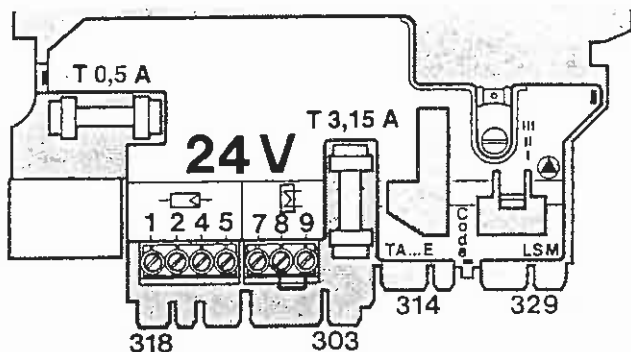

Fig. 16
- Anbring kabel i kabelgennemføring og påklem stik iht. fig. 16.
- Multistik fra beholder tilsluttes pos. 303, se fig. 16.